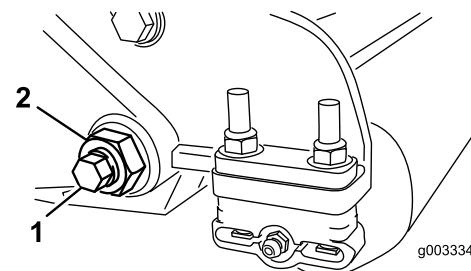

図 30
- ベッドバー bolt 図 30を固定しているロックナット機体両側をゆるめる。
- 各ベッドバー bolt を抜いてベッドバーを下に引き抜いて外す図 30。